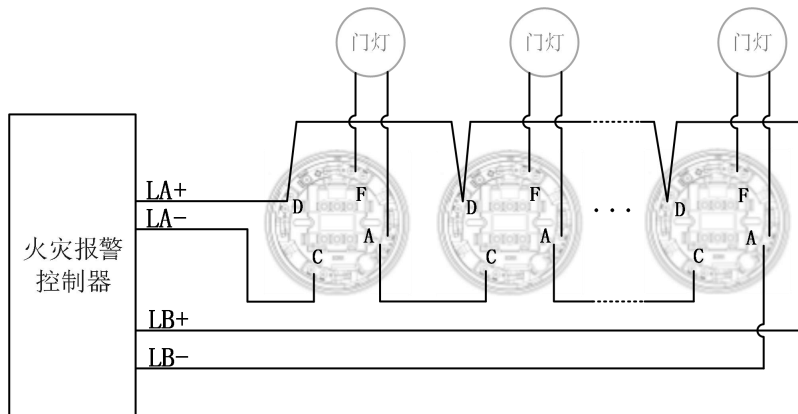

图2 底座接线图
- 回路总线在 C、D、A 端子上接入，接线有极性要求，D 为正极，C 为负极输入，A 为负极输出，接下一个底座的 C 端子，如图 2 所示。
- 有源输出设备接在底座 A、F 端子上，A 为有源输出-，F 为有源输出+，如图 2 所示。建议每个回路同时动作的有源输出设备（门灯）不多于 5 个。